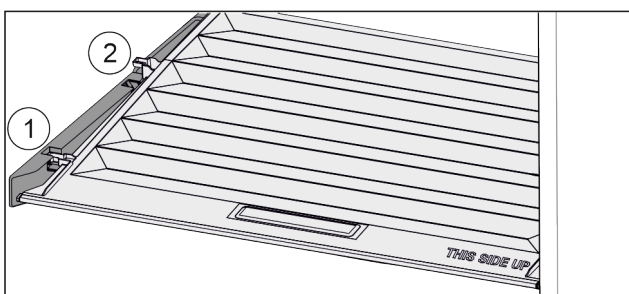

Fig. 35
- ▶ Poklopac do otvora u pridržnim dijelovima povucite prema naprijed Fig. 35 (1).
- ▶ Podignite ga odozdo sa stražnje strane i izvadite prema gore Fig. 35 (2).